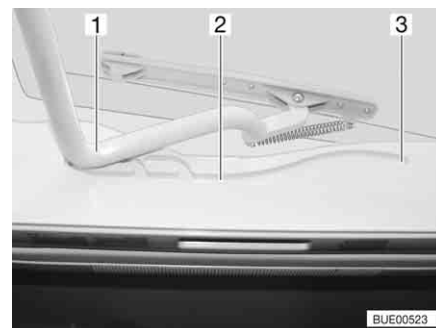

Fig. 17 Oblò inclinabile, guida
- Tirare la staffa (Fig. 17,1) nelle guide (Fig. 17,2) fino alla posizione più all'indietro (Fig. 17,3).
- Spingere la staffa (Fig. 17,1) leggermente verso l'alto con ambedue le mani.
- Tirare la staffa nelle guide (Fig. 17,2) fino alla posizione desiderata.